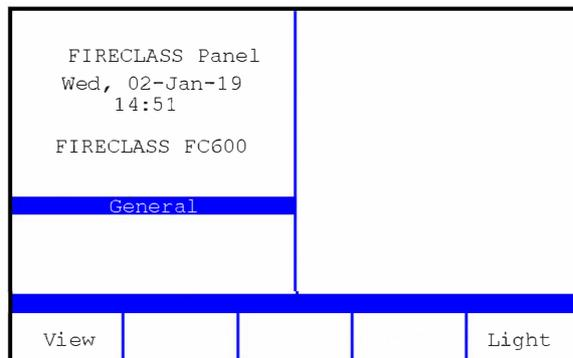

Fig. 3: Funcionamiento normal
La central reanuda el funcionamiento normal, consulte la Fig.3. No hay indicadores LED de fallo encendidos.
Cuando el controlador se enciende inicialmente, sin fallos ni alarmas en el sistema y el interruptor de llave de activación se encuentra en la posición **0** (DESACTIVAR), la pantalla LCD muestra la pantalla que aparece en la Fig. 3.
El área superior izquierda de la pantalla es la ventana de Incendios. Si no hay alarmas (como se muestra en la Fig. 3), la ventana de Incendios presenta los siguientes elementos:
- El texto del nombre de la central. El texto es configurable con un límite de 19 caracteres. El texto de la central está configurado como **FIRECLASS Panel** en el ejemplo de la Fig. 3.
- El texto de la central. El texto es configurable con un límite de 19 caracteres. El texto de la central está configurado como **FIRECLASS FC600** en el ejemplo de la Fig. 3.